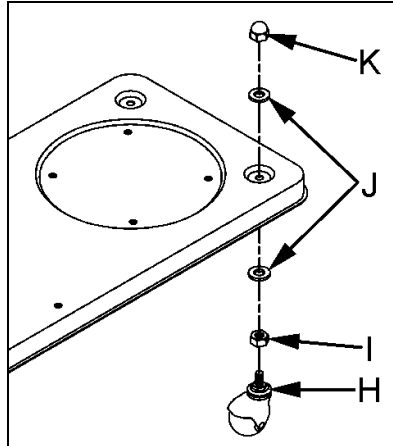

Fig 4
Montieren Sie die 2 Lenkrollen mit Muttern und Scheiben am Bodenblech (Fig 4)
Montieren Sie das Bodenblech (M, Fig 4) mit 4 Schrauben und Scheiben am Zylinder (L).